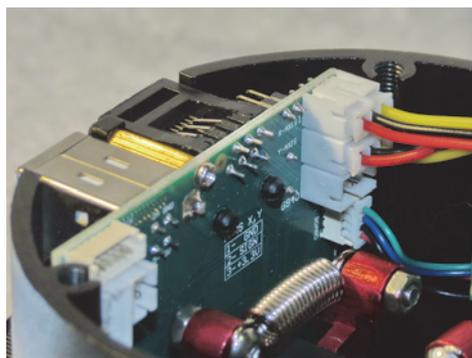

Рис. 1.3.
3. Отсоедините разъемы от датчиков MAPS (рис. 1.3).